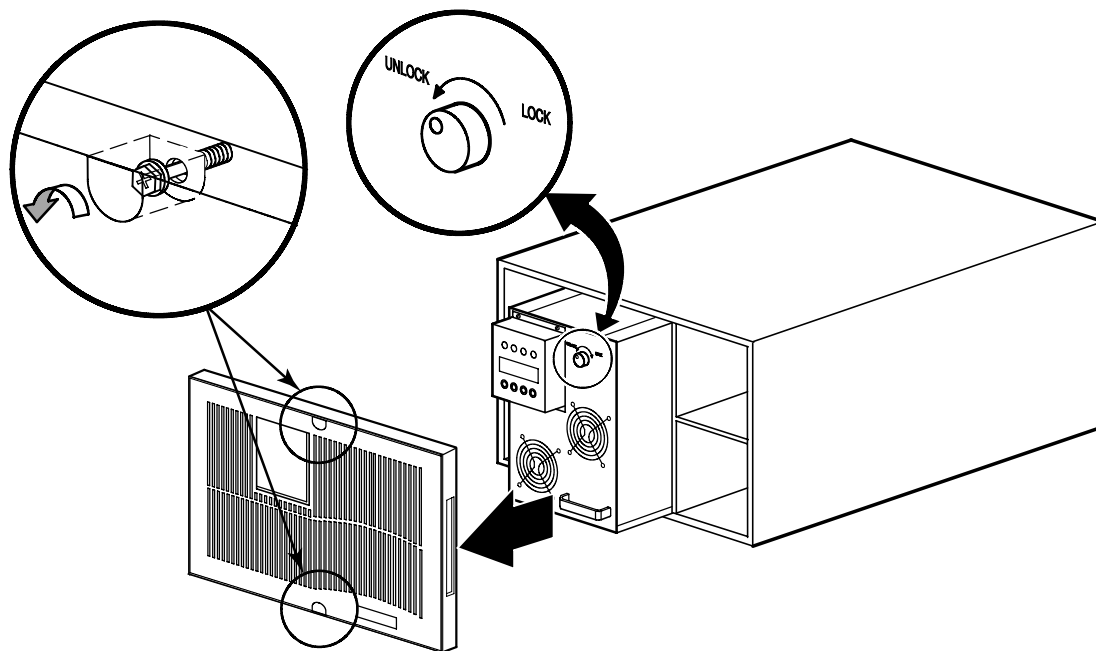

Abbildung 3. Entfernen der Frontplatte der USV und des Elektronikmoduls
6. Die Frontplatte der USV und des Elektronikmoduls entfernen und beiseite legen (siehe Abbildung 3):